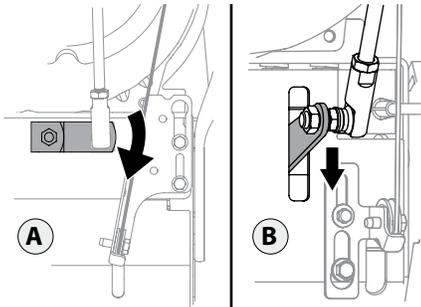

Figure 2-54
3. Assurez-vous que levier de vitesse à l'arrière de la transmission est complètement étiré et tourné vers le bas. Voir Figure 2-54, la partie A pour les modèles sans transmission hydrostatique ou B pour les modèles avec transmission hydrostatique.